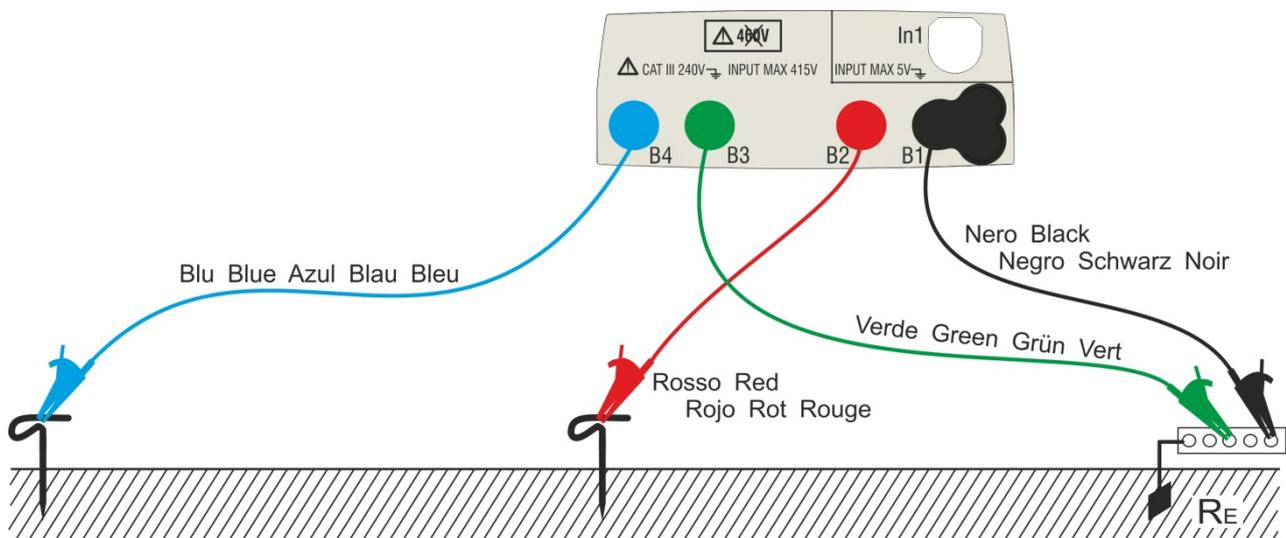
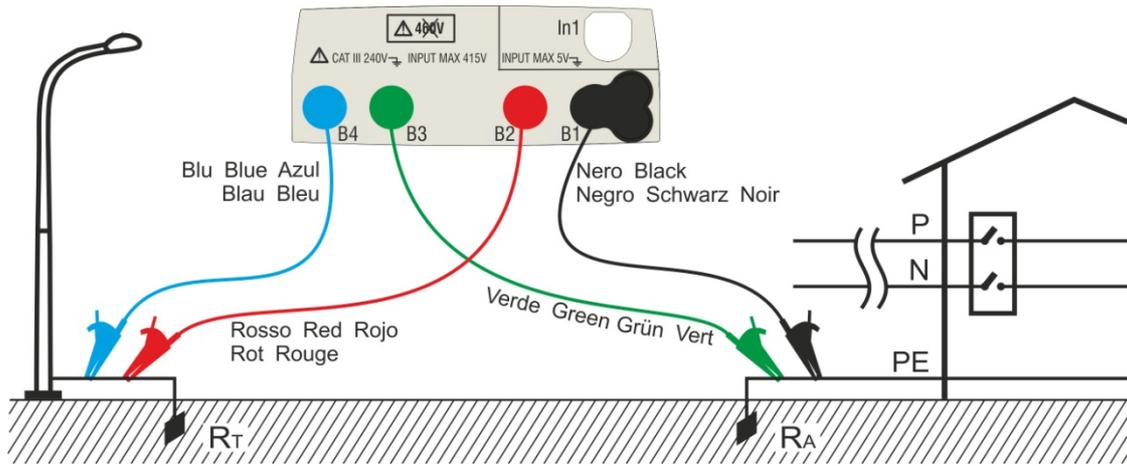
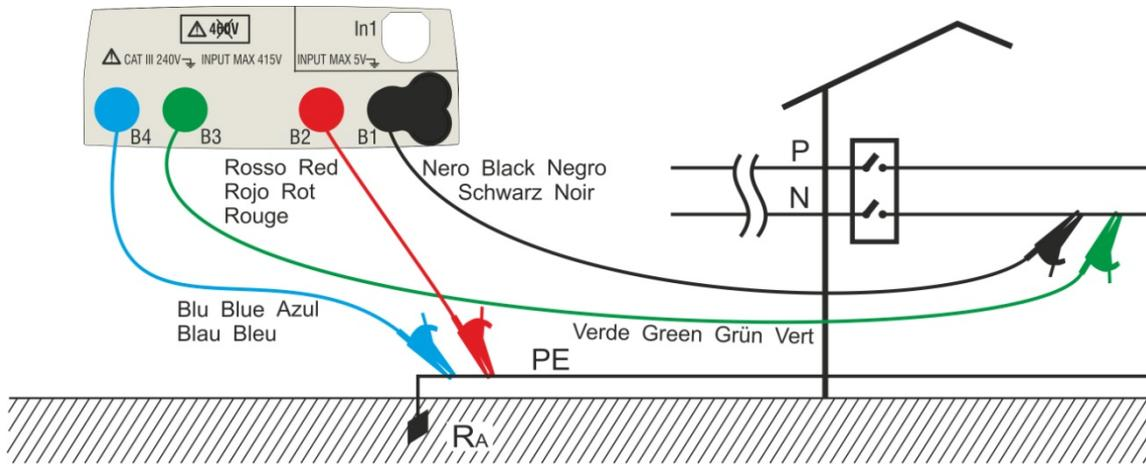

Abb. 26: 3-Punkt Erdungsmessung
Abb. 27: 2-Punkt-Erdungsmessung (mit Hilfsonde)
Abb. 28: 2-Punkt Erdungsmessung über N- Leiter an der Schalttafel
- 12 Schließen Sie die Krokodilklemmen an die Erdspeie und an das zu messende System entsprechend Abb. 26, Abb. 27, Abb. 28 oder Abb. 29 an.